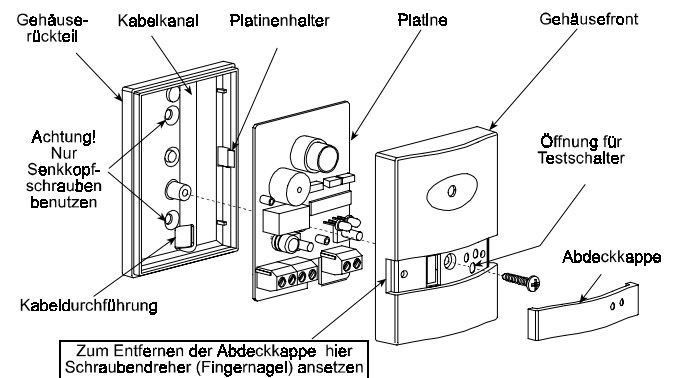

Abbildung 2: GlassTech / Explosionsdarstellung
3.2 Öffnen des Melders (Abbildung 2)